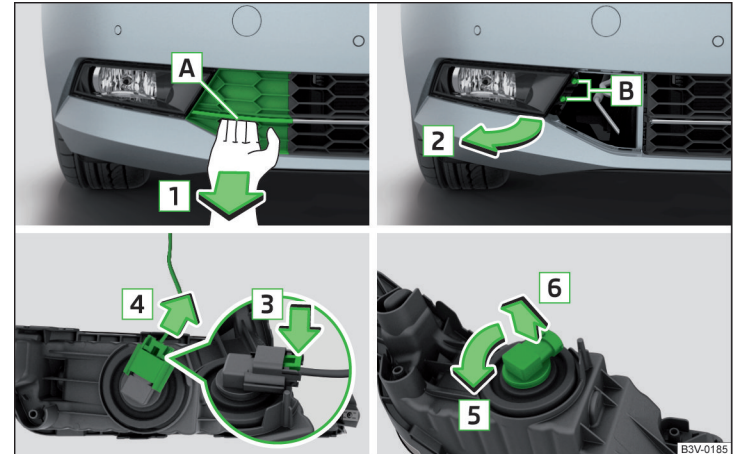

Abb. 255 Nebelscheinwerfer ausbauen / Glühlampe wechseln
- › Den Nebelscheinwerfer entgegen der Pfeilrichtung **2** » Abb. 255 einsetzen und festschrauben.